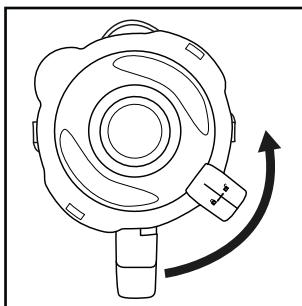

Fig. 1
- 2) Fjern låget **2** ved at dreje det mod uret i retning af position (se fig. 1), indtil du kan tage det af oppefra.